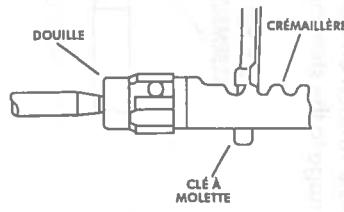

FIG. 1
9. Enlever le vieil assemblage de biellette de direction interne tenu en maintenant le mécanisme de direction en place à l'aide d'une clé à molette placée entre les dents de la crémaillère (voir fig. 1).
3. Installer le nouvel assemblage de biellette de direction interne sur la crémaillère et serrer à 60 lb-pi (81 Nm). Ne pas oublier de maintenir la crémaillère avec une clé à molette pour l'empêcher de tourner (voir fig. 1).